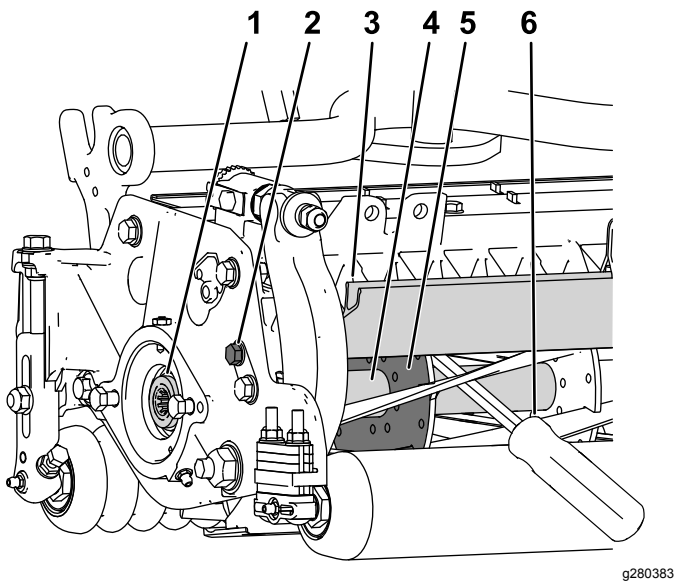

图30
- 松开滚刀组左侧的屏蔽螺栓抬起后护罩 图30。
- 将一根长柄撬棍建议尺寸为 0.95cm x 30.48cm 带螺丝刀柄插入滚刀组背面最靠近需要扭转的滚刀组一侧 图30。
- 将撬棍靠着滚刀支撑板的焊接侧 图30。